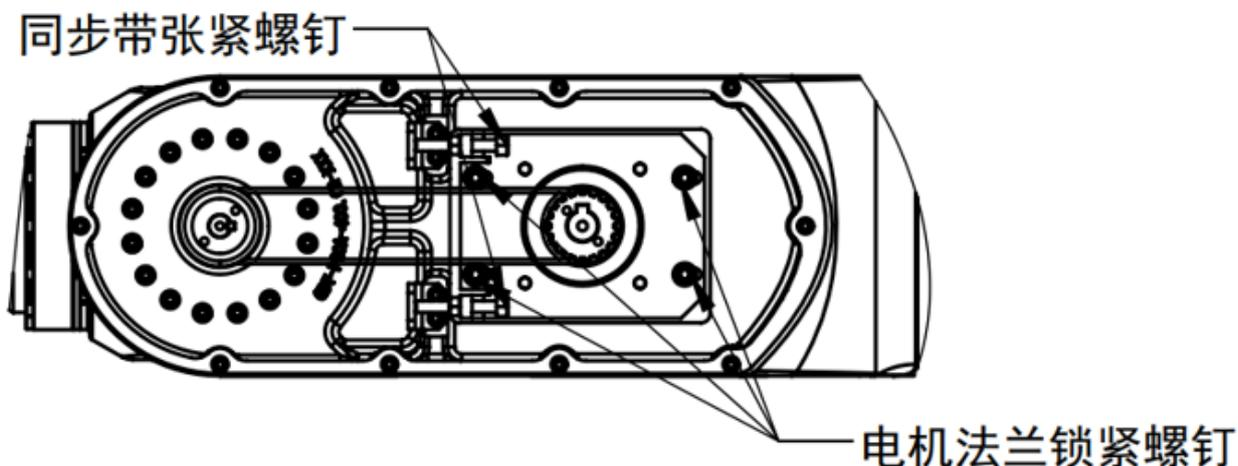

图 6.2 5 轴同步带电机安装板螺丝位置示意图
2. 拆卸 5 轴盖板后将 5 轴电机法兰锁紧螺丝（见图 6.2）拧松，然后将电机向齿轮方向慢慢移动，待同步带松后，取出同步带。